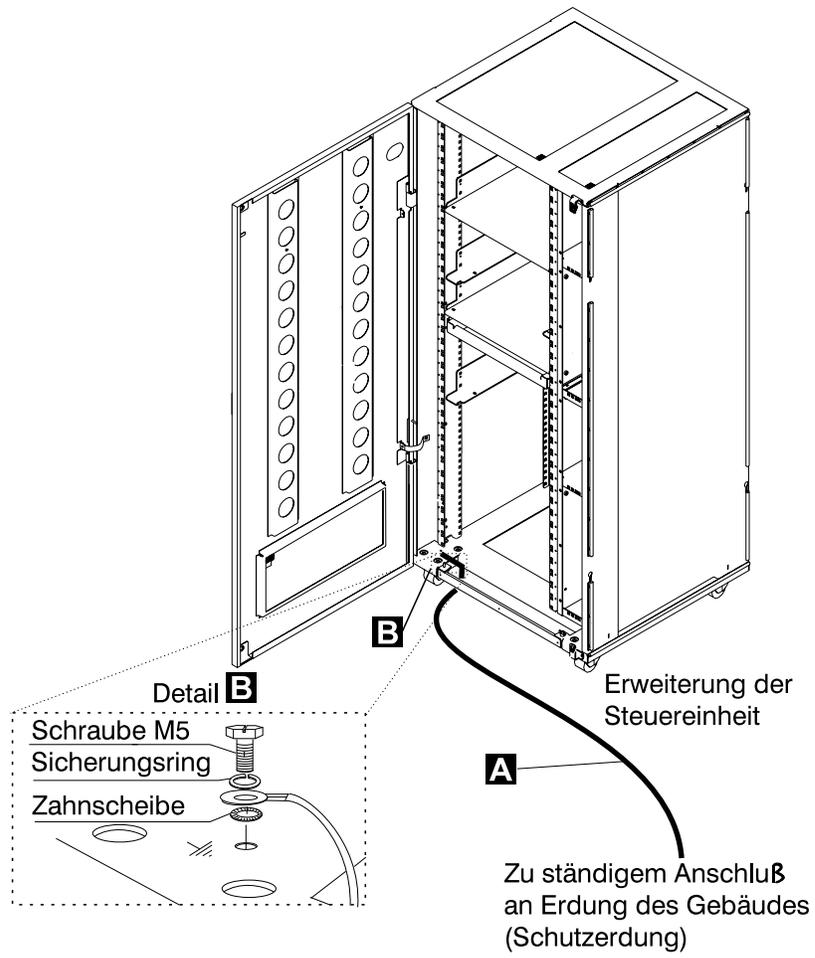
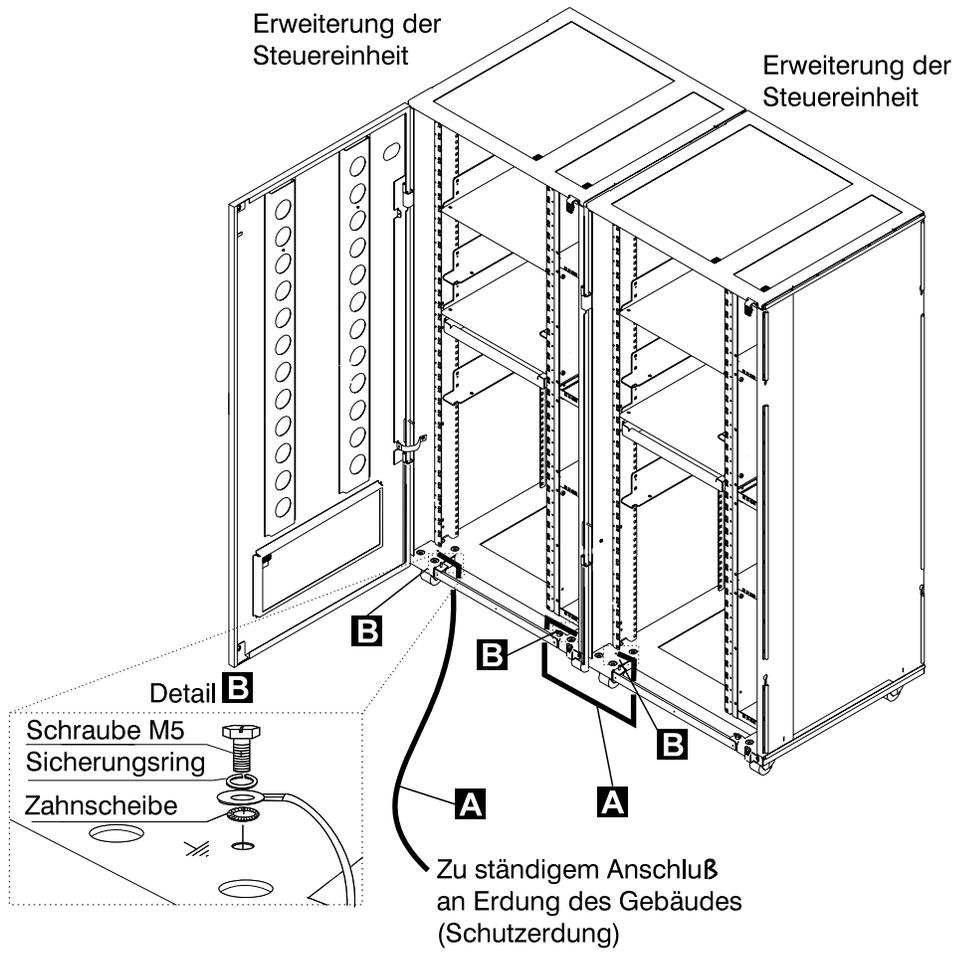
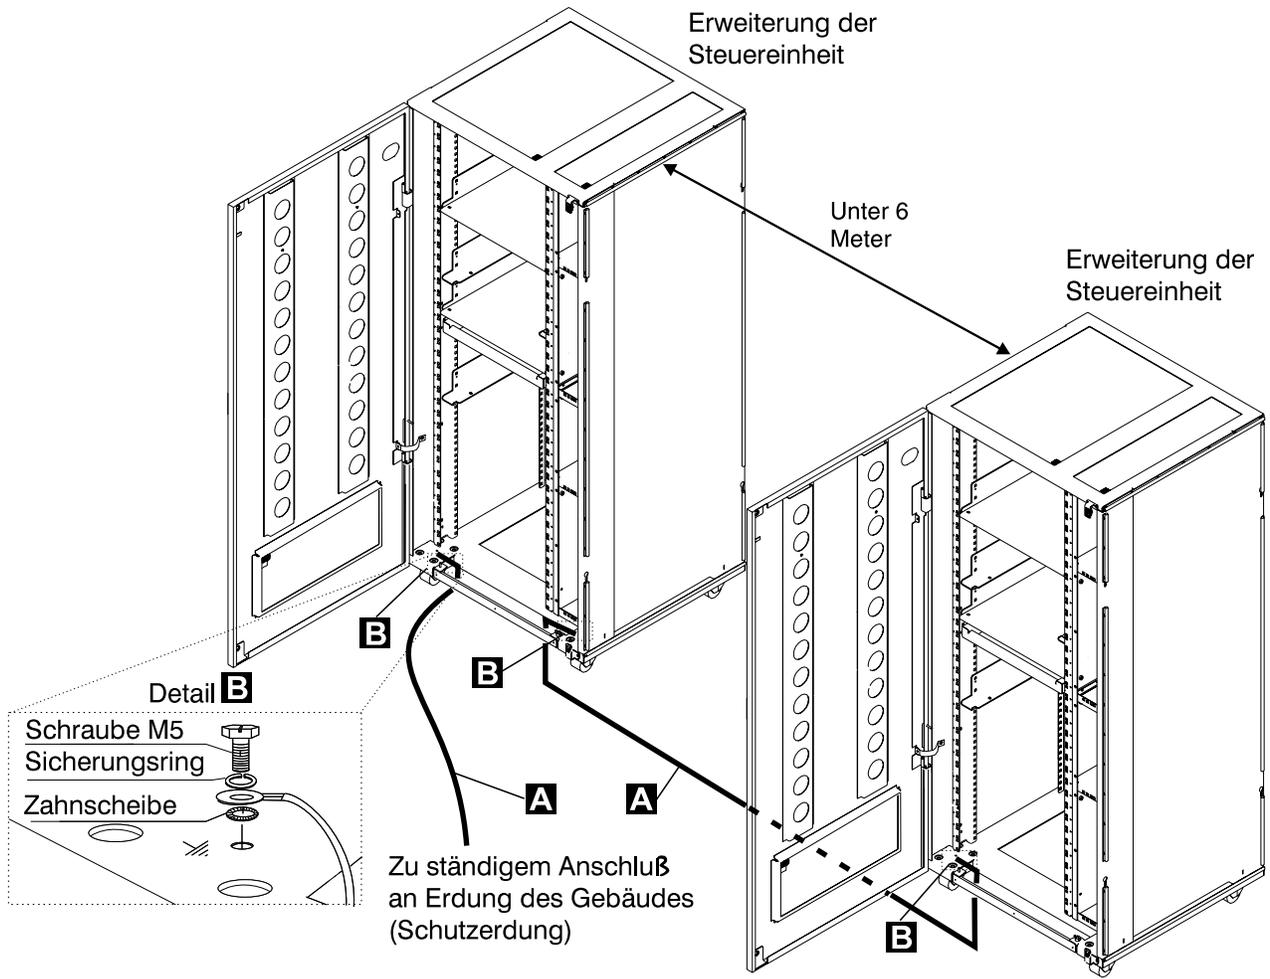
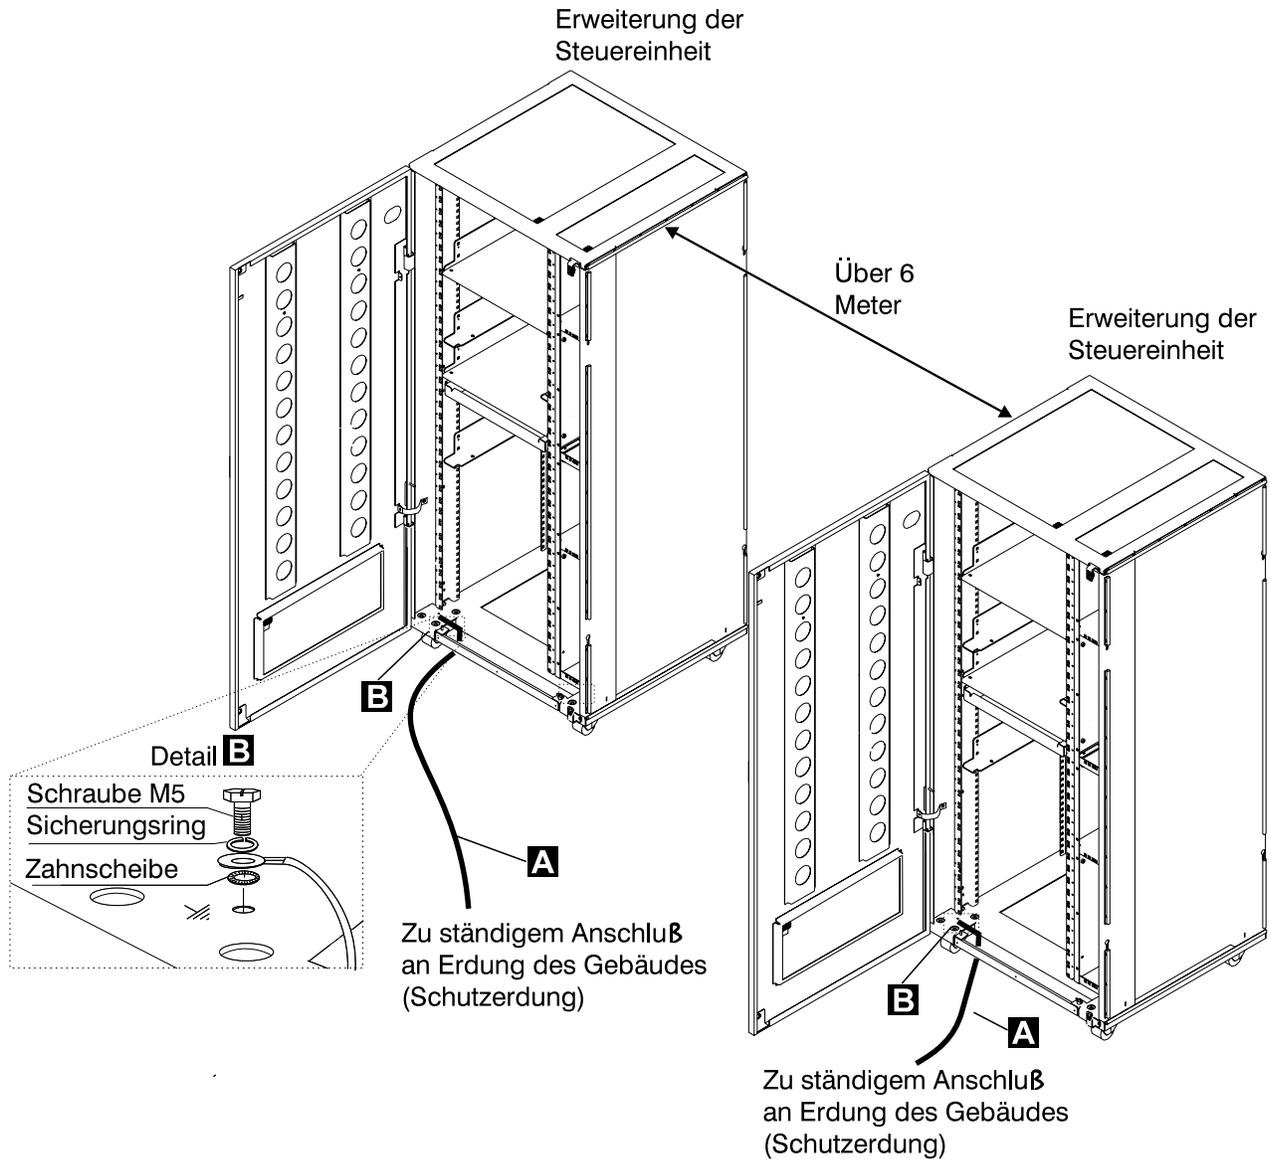

Figure 0-12. Schutzleiteranschluß an der Erweiterung der Steuereinheit
Figure 0-13. Schutzleiteranschluß zwischen angeschlossenen Erweiterungen der Steuereinheit.
Figure 0-14. Schutzleiteranschluß bei einem Abstand von weniger als 6 Meter zwischen den Erweiterungen der Steuereinheit
Figure 0-15. Schutzleiteranschluß bei einem Abstand über 6 Meter zwischen den Erweiterungen der Steuereinheit
Netzkabel und Schutzleiter **A** der Erweiterung der Steuereinheit nicht entfernen, damit die Erdung gewährleistet ist (siehe Figure 0-12 on page xxxiv, Figure 0-13 on page xxxv, Figure 0-14 on page xxxvi bzw. Figure 0-15 on page xxxvii).
- Bei der Erweiterung der Steuereinheit wird zusätzlich ein Schutzleiter **A** verwendet (siehe Figure 0-12 on page xxxiv, Figure 0-13 on page xxxv, Figure 0-14 on page xxxvi bzw. Figure 0-15 on page xxxvii).
- Wenn nur eine Erweiterung der Steuereinheit installiert ist, prüfen, ob der Schutzleiter **A** angeschlossen ist (siehe Figure 0-12 on page xxxiv).
- Wenn mehrere Erweiterungen der Steuereinheit installiert sind, prüfen, ob die Schutzleiter **A** gemäß Konfiguration angebracht wurden (siehe Figure 0-13 on page xxxv, Figure 0-14 on page xxxvi bzw. Figure 0-15 on page xxxvii).